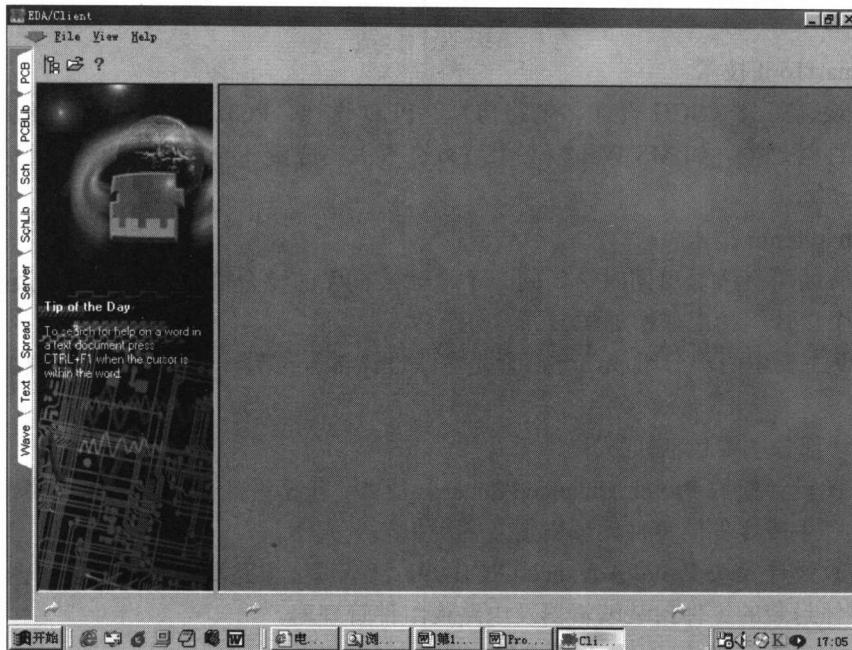

图 1.1 EDA/Client 98 初始界面
- 打开 EDA/Client 98 软件，可看到如图 1.1 所示的工作界面。